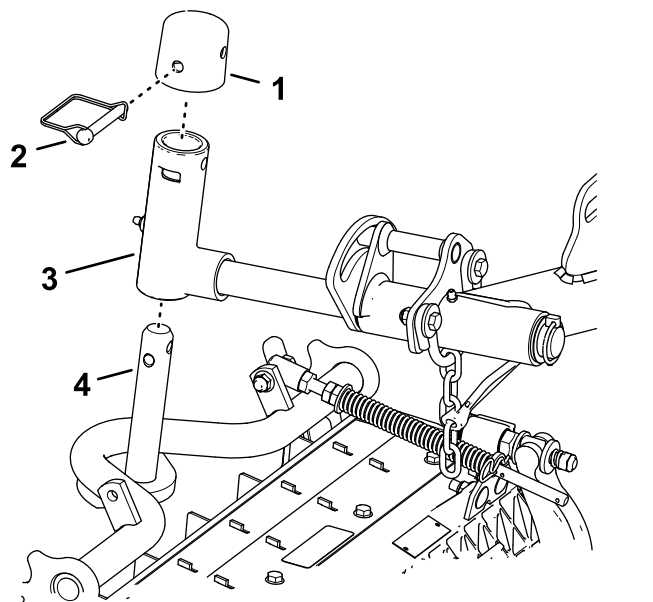

図 17
1. カッティングユニットを昇降アームの下に置く図 17。
斜面を刈り込む時はカッティングユニットのピボットをロックしてください斜面横切のように刈り込む時はカッティングユニットが谷側に滑るのを防止するためにピボットをロックしてください。ピボットヨークの穴 図 17 を使ってカッティングユニットをロックします。カッティングユニットをステアリングする場合はスロットを使用して行います。